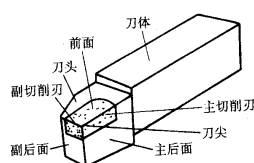
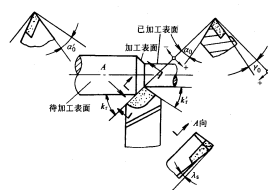

图 1 车刀立体图
图 2 车刀主要角度图
一把车刀是由三面（前刀面、主后刀面、副后刀面）两刃（主切削刃、副切削刃）一尖（刀尖）组成，车刀立体图见图 1。车刀有几个对于切削过程中产生振动有至关重要作用的角度，包括：前角、主偏角和后角，车刀主要角度图见图 2。
(示意图 1)
- (1) 分析图纸。对图纸进行分析，确定加工过程中所采用的刀具、主轴转速以及进给速度。并对整个零件的加工工艺进行阐述。示意图 1 所加工的是一造型相对简单的台阶轴，需要用到的刀具为外圆车刀（硬质合金）和切断刀（高速钢）。其中，外圆车刀用于画线、外径和倒角的车削，切断刀用于切削退刀槽和切断。
- (2) 工件的装卡。根据图纸，对工件进行装卡，将毛坯件留出 50mm--55mm 余量进行车削。需要注意的是，用三爪卡盘装夹工件时，工件必须放正。先轻轻夹紧工件，用手扳动卡盘，检查刀架与卡盘有无碰撞，然后低速开车，观察工件歪斜偏摆的方向，确认无偏摆后，夹紧工件，取下扳手，开车切削。强调工件一定要加紧，并且掌握套管的使用方法，不要伤到手指。
- (3) 外圆车削方法：开车—外圆画线—外圆对刀—向右退出车刀—横向进刀（调整中滑板手柄刻度，引出背吃刀量 a_p ）—纵向车削—退刀—停车—测量。